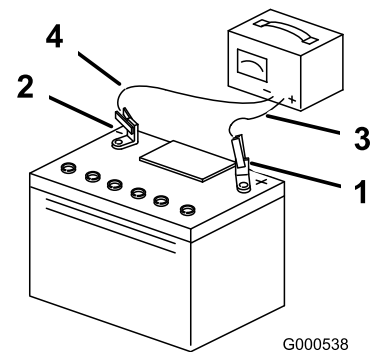

Figure 49
5. Quand la batterie est chargée au maximum, débranchez le chargeur de la prise, et débranchez les fils du chargeur des bornes de la batterie (Figure 49).